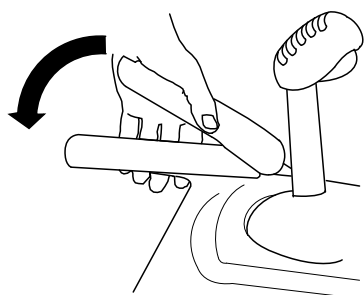

図 16
1. 左側トラクションレバーをハンドグリップに向かって握る **図 16**。